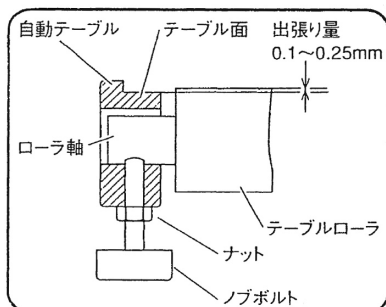

図 18
（図18）
(2) テーブル面からのテーブルローラの出張り量は0.1～0.25mm（はがき1枚の厚さ程度）にしてください。（図18、19）